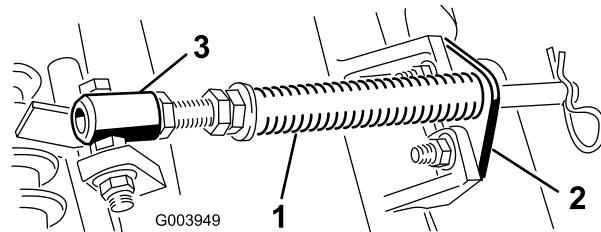

Figure 5
- A. Retirez les 2 boulons de carrosserie et les écrous qui fixent le support de tige aux pattes du tablier de coupe (Figure 5).
- B. Retirez l'écrou à embase qui fixe le boulon du tube de ressort à la patte du bâti porteur (Figure 5). Déposez l'ensemble.